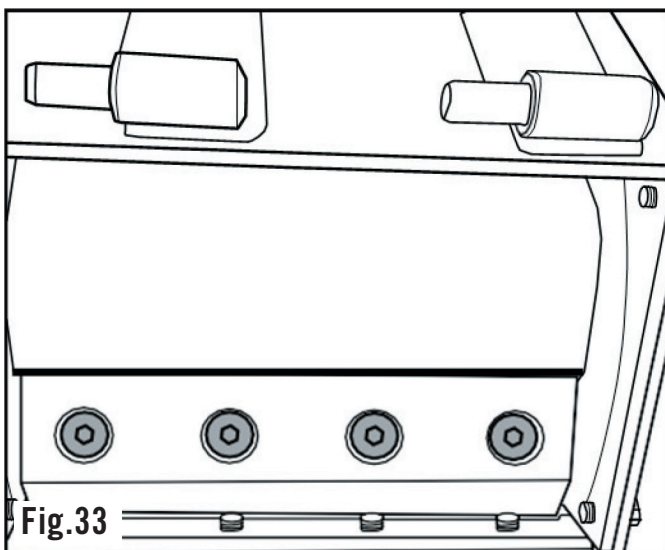

Fig.33
5. Det finns två knivblad och de är båda fästa i en roterande trumma med fyra bultar. Ta först bort skräp och material från området runt knivarna och bultarna. Roter axeln så att du kommer åt bultarna för knivarna. (fig 33)